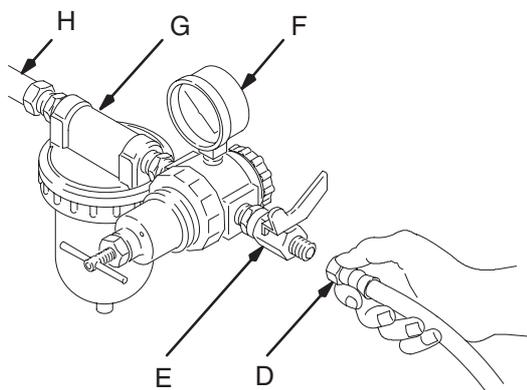

Fig. 4
- Debe instalar un regulador de presión de aire (F) en cada una de las líneas de aire de la pistola para controlar la presión de aire que llega a la misma. Vea la Fig. 4.
- Si el suministro de aire regulado no tiene un filtro, instale un filtro de aire (G) en cada una de las líneas de aire para garantizar un suministro de aire limpio y seco a la pistola. La suciedad y la humedad pueden arruinar la apariencia del acabado final de la pieza trabajada. Vea la Fig. 4.
- A.** Conecte una manguera de aire (D) a la rosca macho compuesta de 1/4–18,6 npsm de cada entrada de aire de la pistola (C).
- B.** Conecte el otro extremo de cada manguera de aire (D) a una línea de suministro de aire regulado (H).
NOTA: La Fig. 4 muestra el regulador de aire (F) del filtro (G), y la válvula de cierre de aire (E) en la línea de suministro de aire.